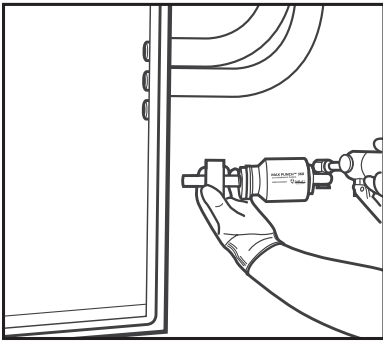

Fig. 3
4. Insérez la coupelle sur la tige de poussée, face au panneau. (Fig. 3)